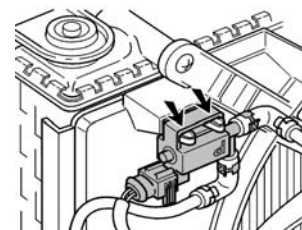

Fig. 1
- Soltar la válvula secuenciadora del soporte (Fig. 1).